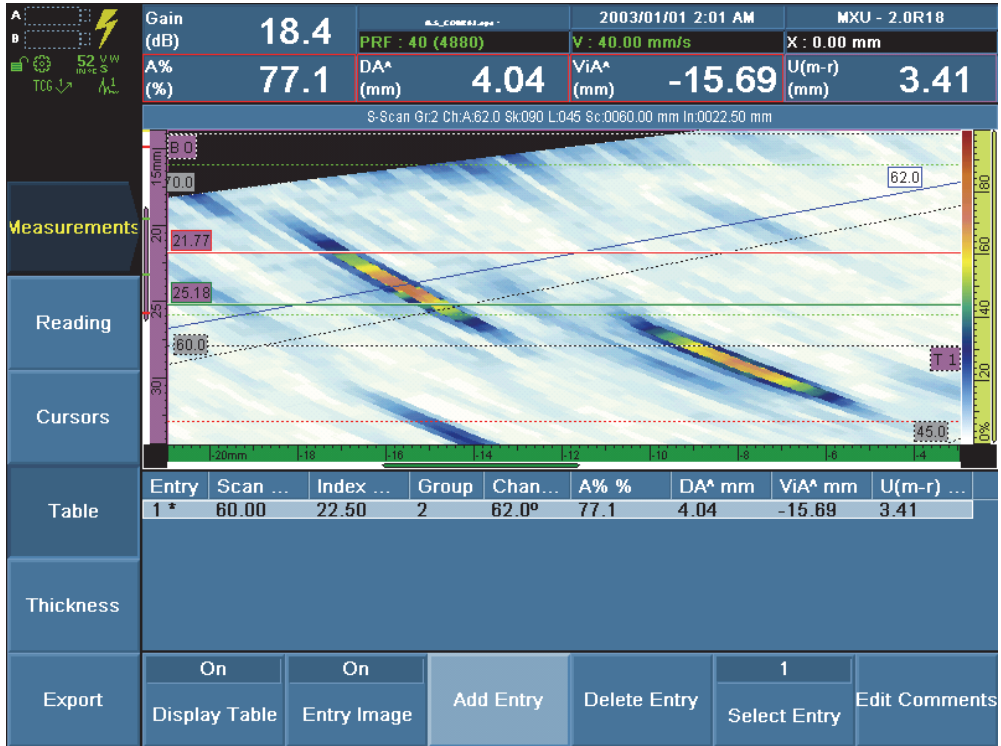

图 6 将缺陷指示添加到缺陷报表中
7. 将缺陷指示添加到缺陷报表中（参见第 22 页的图 6）：